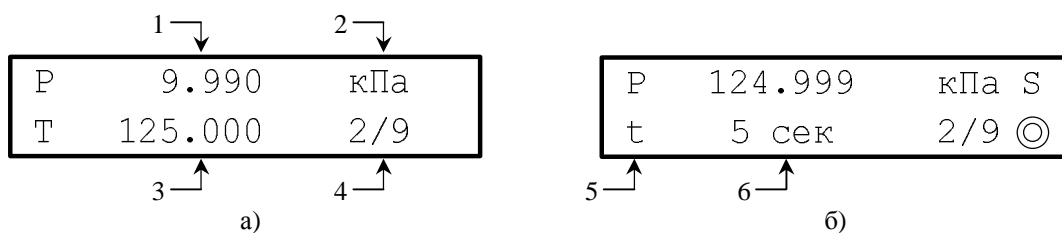

Рисунок 2.9.1
В полуавтоматическом режиме экран имеет вид, изображенный на рис. 2.9.1, а). На нем наряду с текущим значением давления на выходе КД 1, значением уставки текущей точки сценария (3) в выбранных единицах измерения давления (2), отображается номер текущей точки из общего числа точек сценария (4) (рис. 2.9.1, а).
Кнопкой **ПУСК** **СТОП** включается регулятор и активируется процесс установки давления на выходе КД, в соответствии с уставками запрограммированных точек сценария. При достижении давлением значения уставки включается таймер отсчета времени удержания давления. На экране при этом отображается символ «S», символ «t» (5) и время удержания в секундах (6) (рис. 2.9.1, б). Контролируемое время удержания ограничивается 999 секундами. При отключенном регуляторе переход к требуемой точке сценария производится кнопками ▲, ▼ (либо ) . При включенном регуляторе переход к следующей по сценарию точке осуществляется кнопкой ► (либо ) только после запуска таймера удержания текущей точки (рис. 2.9.1, б).
Рабочие окна в автоматическом режиме аналогичны рабочим окнам в полуавтоматическом режиме (рис. 2.9.1). Запуск регулятора также осуществляется кнопкой **ПУСК** **СТОП**. Отличие данного режима от предыдущего состоит в том, что при достижении давления уставки текущей точки сценария включается таймер обратного отсчета времени, и переход к следующей точке сценария происходит автоматически по истечении заданного в сценарии интервала времени удержания давления. Если по какой-либо причине значение давления «выпало» за пределы готовности, отсчет останавливается, загорается символ «N» в правом верхнем углу экрана и регулятор стремится вернуть значение давления в пределы интервала готовности. При «возвращении» значения давления в интервал готовности, вновь включается обратный отсчет времени удержания давления.
В автоматическом режиме при отключенном регуляторе (рис. 2.9.1, а), также как и в полуавтоматическом, возможен выбор других точек сценария с помощью кнопок ▲, ▼ (либо ) .